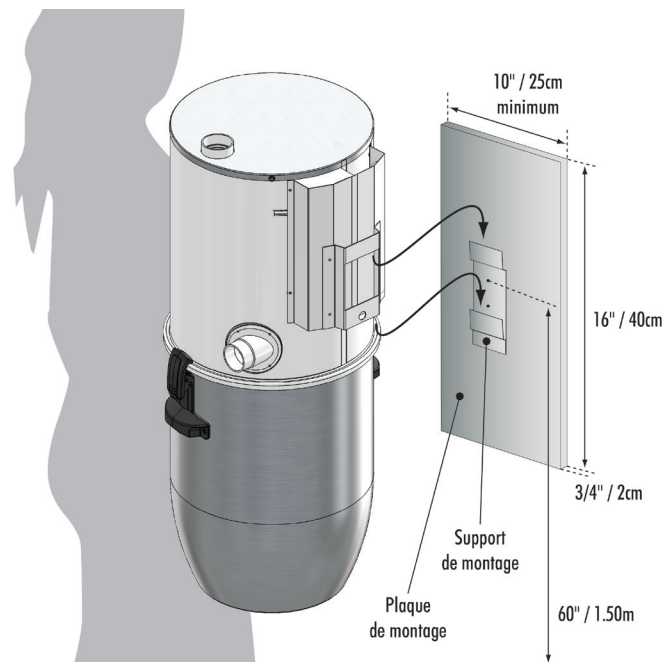

Fig.1 Le support de montage est le même pour tous les modèles.
- Placez l'unité motrice sur le support de montage (voir Figure 1).